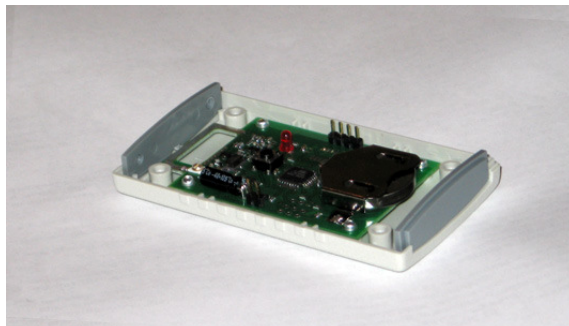

Рисунок 5. Установка торцевых защитных панелей.
- Закрутите 4 крепёжных винта на дне корпуса (рис. 5).